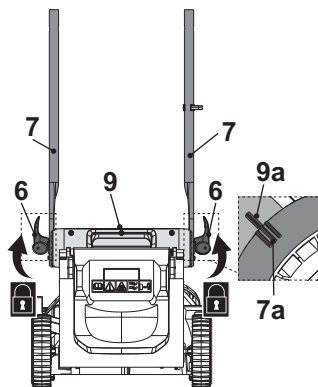

Fig. 2
3. Segurar as barras inferiores de pega (7) dobrando as alavancas da pinça (6) em direcção às barras inferior de pega (7). Se alavanca de pinça (6) não for dobrável, desaperte-a e volte a dobrá-la. Se estiver demasiado solta, aperte-a rodando a alavanca da pinça (6) no sentido dos ponteiros do relógio (Fig. 2).